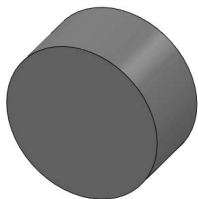

图 3-53 打开零件实体模型
(1) 打开配书光盘中的初始文件“Z3L4.prt”，实体模型如图 3-53 所示。